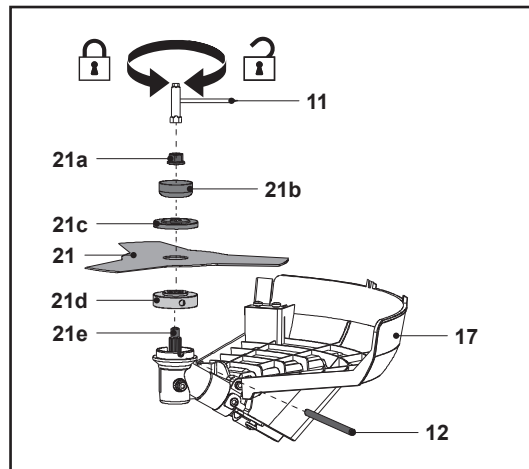

Fig. 6
2. Insérer la tige de blocage de broche (12) dans le trou pour bloquer la broche (21e).
3. Desserrer la tête de coupe-bordures (18) à la main dans le sens horaire et la retirer avec la bride de blocage (21c).
4. Monter la lame de coupe (21) sur la broche (21e). S'assurer que la lame de coupe (21) repose bien sur l'anneau extrudé de la bride de support (21d).
5. Placer la bride de blocage (21c) sur la lame de coupe (21).
6. Fixer la lame de coupe (21) en serrant l'écrou (21a) dans le sens antihoraire à l'aide de l'outil multifonction (11) et de la tige de blocage de broche (12) fournis.
7. Retirer l'outil multifonction (11) et la tige de blocage de broche (12).
8. Retirer le protège-lame (21f) (le cas échéant) de la lame de coupe (21) avant utilisation (Fig. 6).